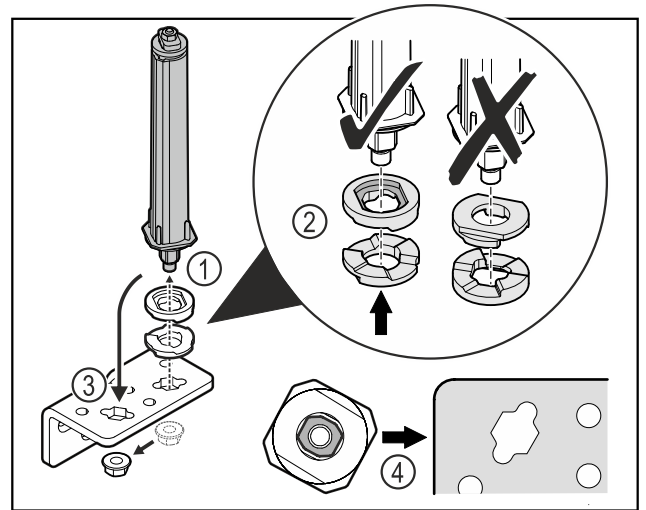

Fig. 35
- ▶ Løsne mutteren og fjern dørlukkesystemet Fig. 35 (1).
- ▶ Sørg for korrekt innretting av høydejusteringsskivene Fig. 35 (2).
- ▶ Sett om dørlukkesystemet i hengselvinkelen og fest med mutteren Fig. 35 (3).
- ▶ Ved innsetting, sørg for korrekt innretting av dørlukkesystemet Fig. 35 (4).